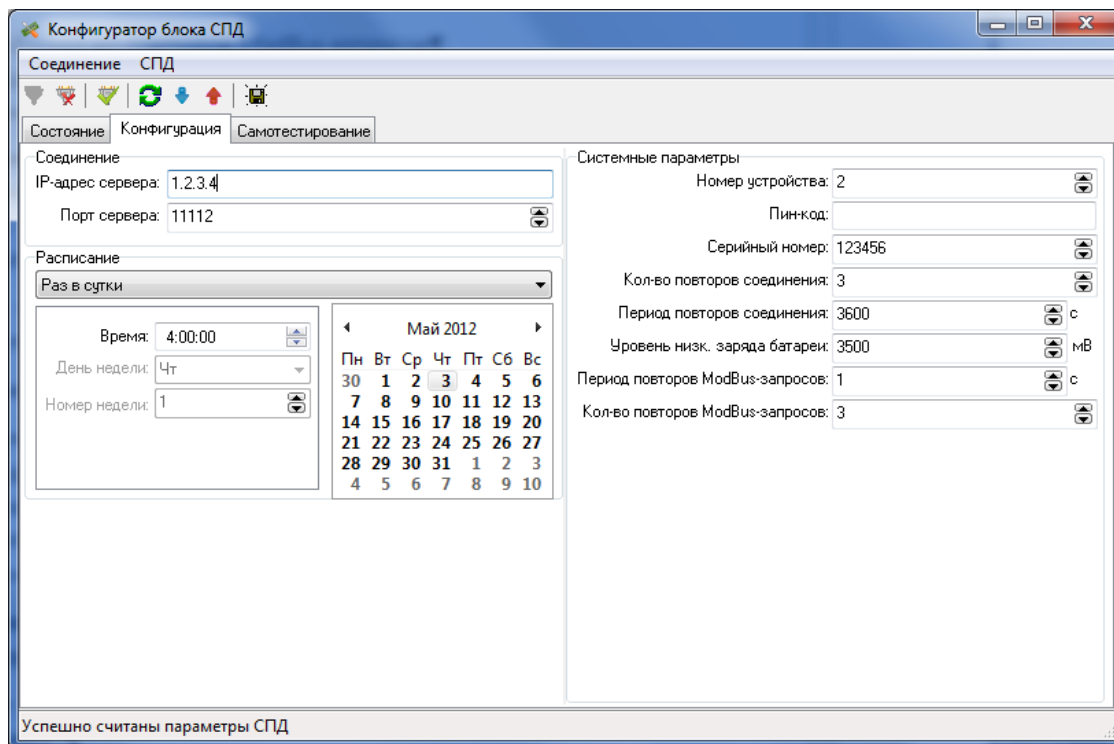

Рис.5. Вкладка «**Конфигурация**» программы «**Конфигуратор блока СПД**»
3.2.1. Для настройки параметров блока СПД перейдите на вкладку «**Конфигурация**». Окно программы примет вид, приведенный на рис.5.